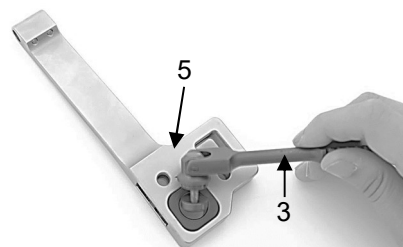

Fig. 15
Inserire innanzitutto la leva di comando (3) nell'apposito foro presente sull'alloggiamento (5) (Fig. 15).